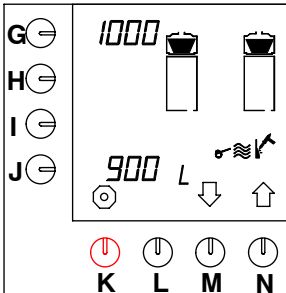

Fig. 26 Contatore disincrostazioni sulla macchina di preparazione del caffè
- Sullo schermo viene visualizzato il contatore delle disincrostazioni (vedere fig. 26).